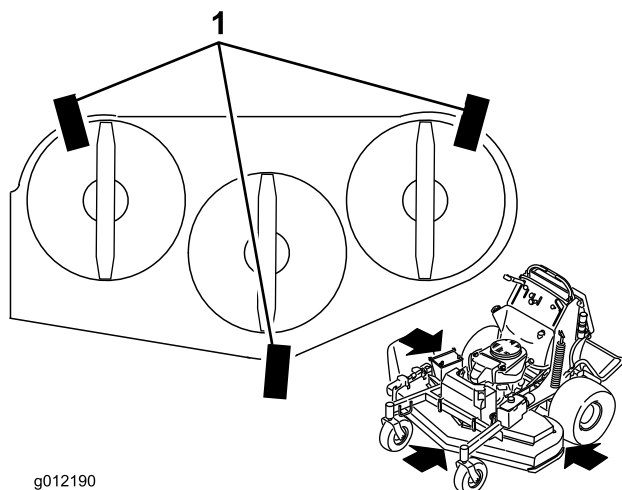

Figura 86
1. Coloque tres trozos de madera de 2 x 4 pulgadas debajo de la carcasa del cortacésped, según se muestra en Figura 86. Coloque los listones de 2 x 4 sobre el lado de 4 pulgadas.